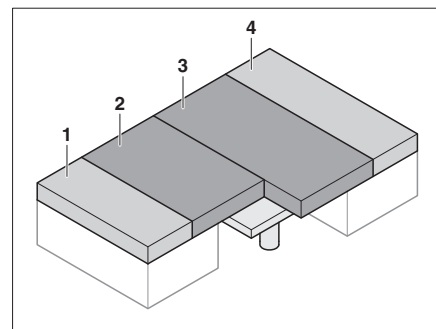

Fig. 73 Después de la transformación
- Tirar del cojín del asiento (Fig. 73,2 y 3) hacia el centro.
- Colocar los cojines del respaldo (Fig. 73,1 y 4) entre los cojines del asiento (Fig. 73,2 y 3) y la pared exterior.